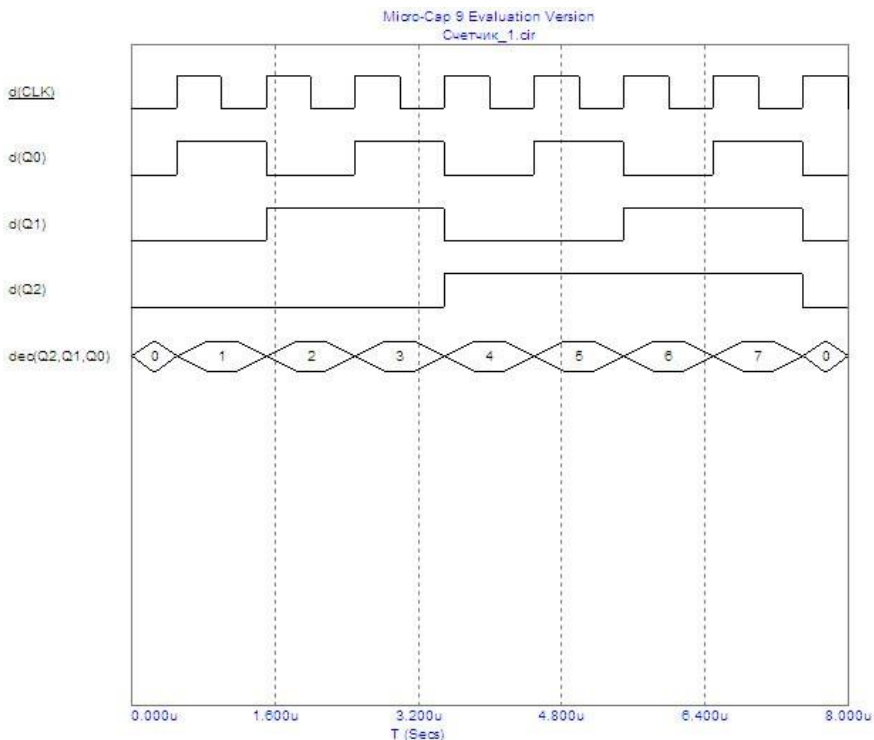

Рис. 3. Временная диаграмма работы суммирующего счетчика (**u** соответствует **мкс**)
1. Собрать схему 8-разрядного регистра сдвига (рис. 3);
9. Перезапустите процесс работы генератора, утопив на кнопку . Наблюдайте за работой счетчика по загоранию светодиодов. Наблюдайте процесс построения временной диаграммы рис.3.
10. Остановите процесс моделирования при помощи кнопки F3. Из диаграммы рис. 3 видно, что при подаче на вход счетчика 8 импульсов на выходе старшего разряда счетчика формируется один импульс. Т.е. счетчик является делителем частоты, в данном случае с коэффициентом – 8 для старшего разряда и с коэффициентом – 4 для промежуточного разряда.